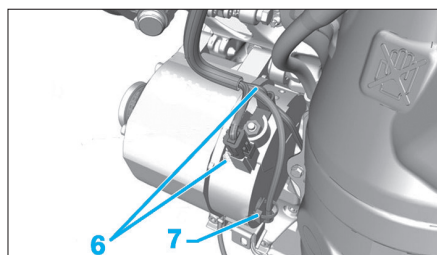
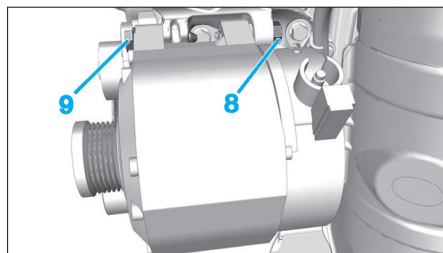

Fig. 3
Fig. 6
- Déconnecter les différents connecteurs (6) de l'alternateur (Fig.3).
- Dégager (7) et écarter le faisceau électrique.
- Dégrafer et écarter le faisceau électrique (7).
- Desserrer la vis supérieure (8) (Fig.6).
- Déposer la vis (9).